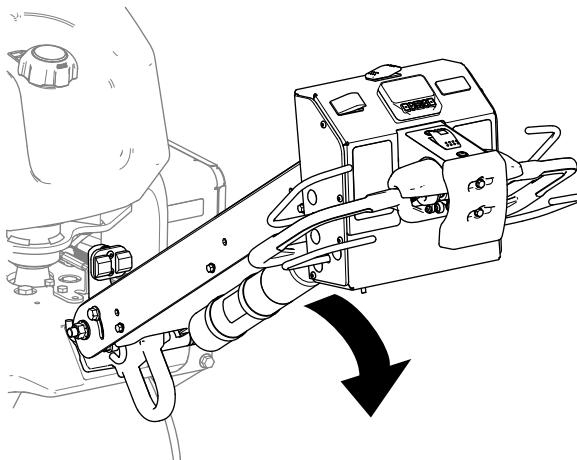

Figura 31
2. Abbassate la maniglia (Figura 31).